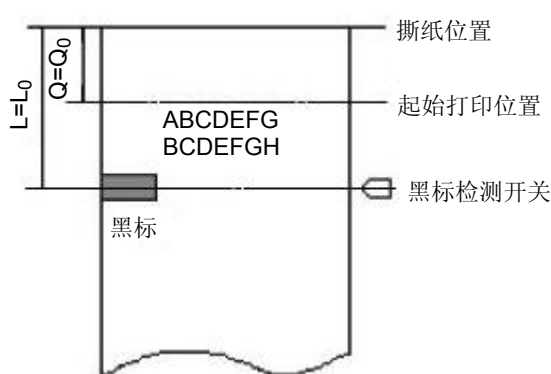

图 2
1. 当撕纸位置到黑标印刷位置的距离 L 与打印机构的固有机械值 L_0 相同，而且撕纸位置到起始打印位置的距离 Q 与打印机构固定的机械值 Q_0 相同时（如图 2 所示），即用 GS （ F 命令所设置的偏移量均为 0。